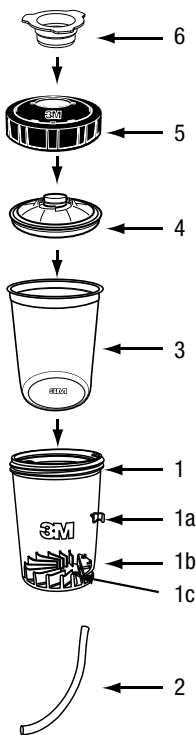

Figura 2
- **Utilice solo repuestos y accesorios originales de 3M. Consulte la Figura 2 Listado de componentes. Secuencia de configuración:**
3. Alinee la abertura en el conjunto de la cubierta del anillo de retención (6) con la tapa 3M™ PPS™ Serie 2.0 H/O, enrosque el anillo de retención hacia la derecha sobre la cazoleta a presión de tipo H/O 3M™ PPS™ Serie 2.0 (1) y apriételo a mano.
4. Si no va a pulverizar el material inmediatamente, puede insertar un tapón 3M™ PPS™ Serie 2.0 (7) en la boquilla de la tapa para sellar el contenido.
5. Cuando esté listo para pulverizar el contenido, retire el tapón 3M™ PPS™ Serie 2.0 (7), si lo ha usado, y conecte la pistola pulverizador con el adaptador 3M™ PPS™ Serie 2.0 previamente instalado a la cazoleta a presión de tipo H/O 3M™ PPS™ Serie 2.0. Figura de referencia 1.
6. Conecte la manguera de la cazoleta a presión (2) de la pistola pulverizadora al puerto de presión (1b) de la cazoleta a presión de tipo H/O 3M™ PPS™ Serie 2.0. La abrazadera de la manguera de la cazoleta (1a) se puede usar para sujetar la manguera firmemente en su lugar mientras se pulveriza, la abrazadera de la manguera se incluye solo con la cazoleta a presión de tipo H/O 3M™ PPS™ Serie 2.0 (grande).